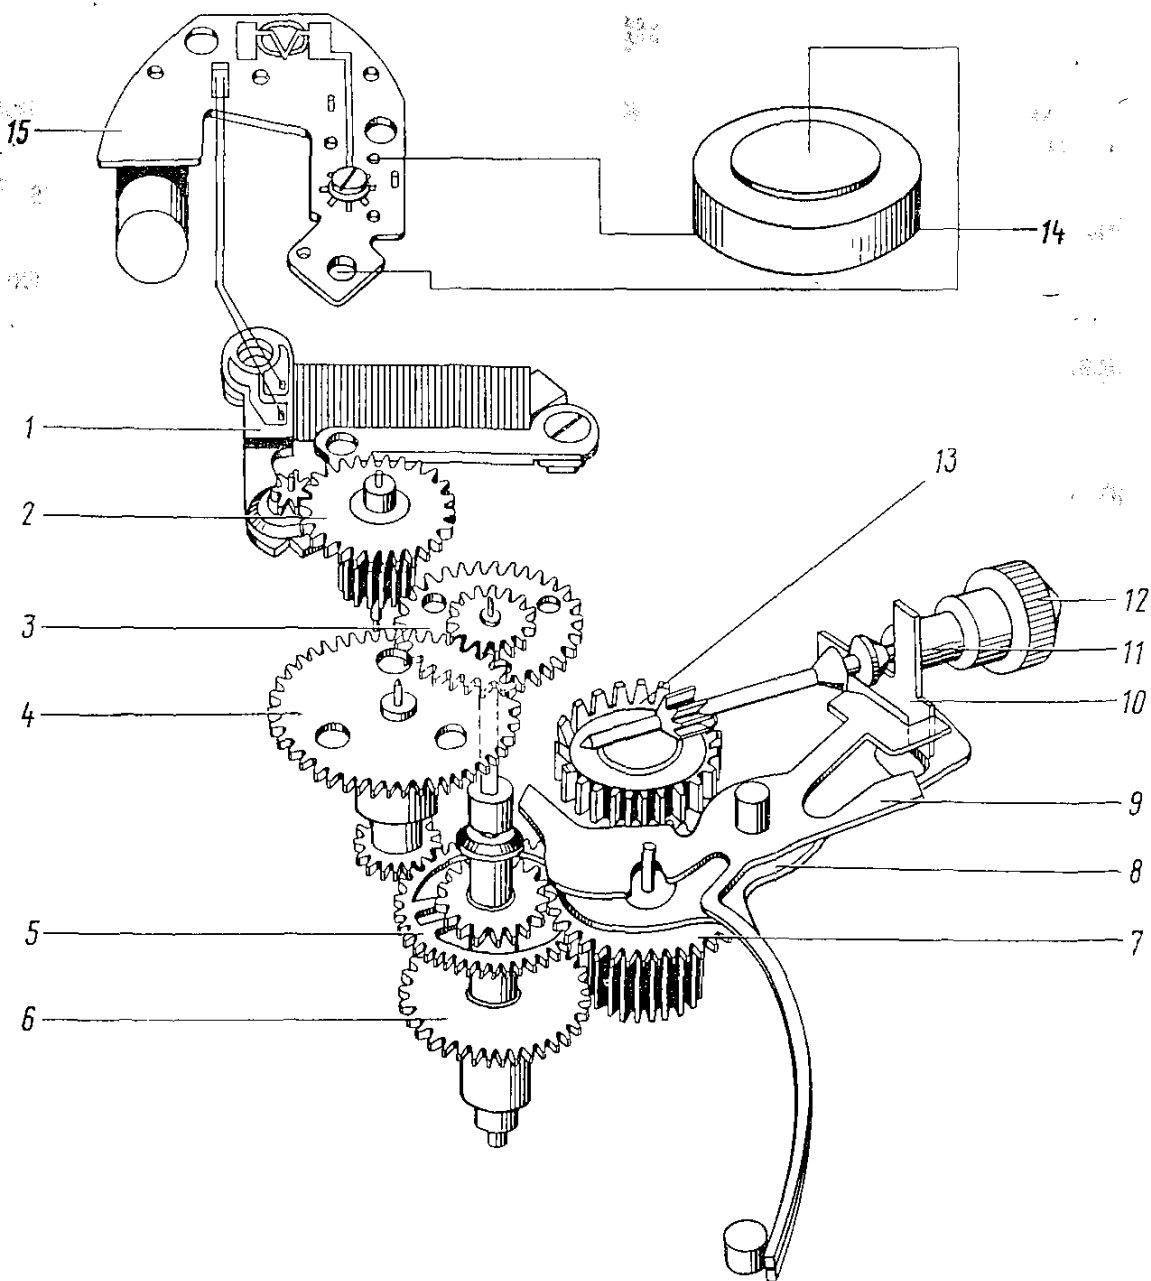
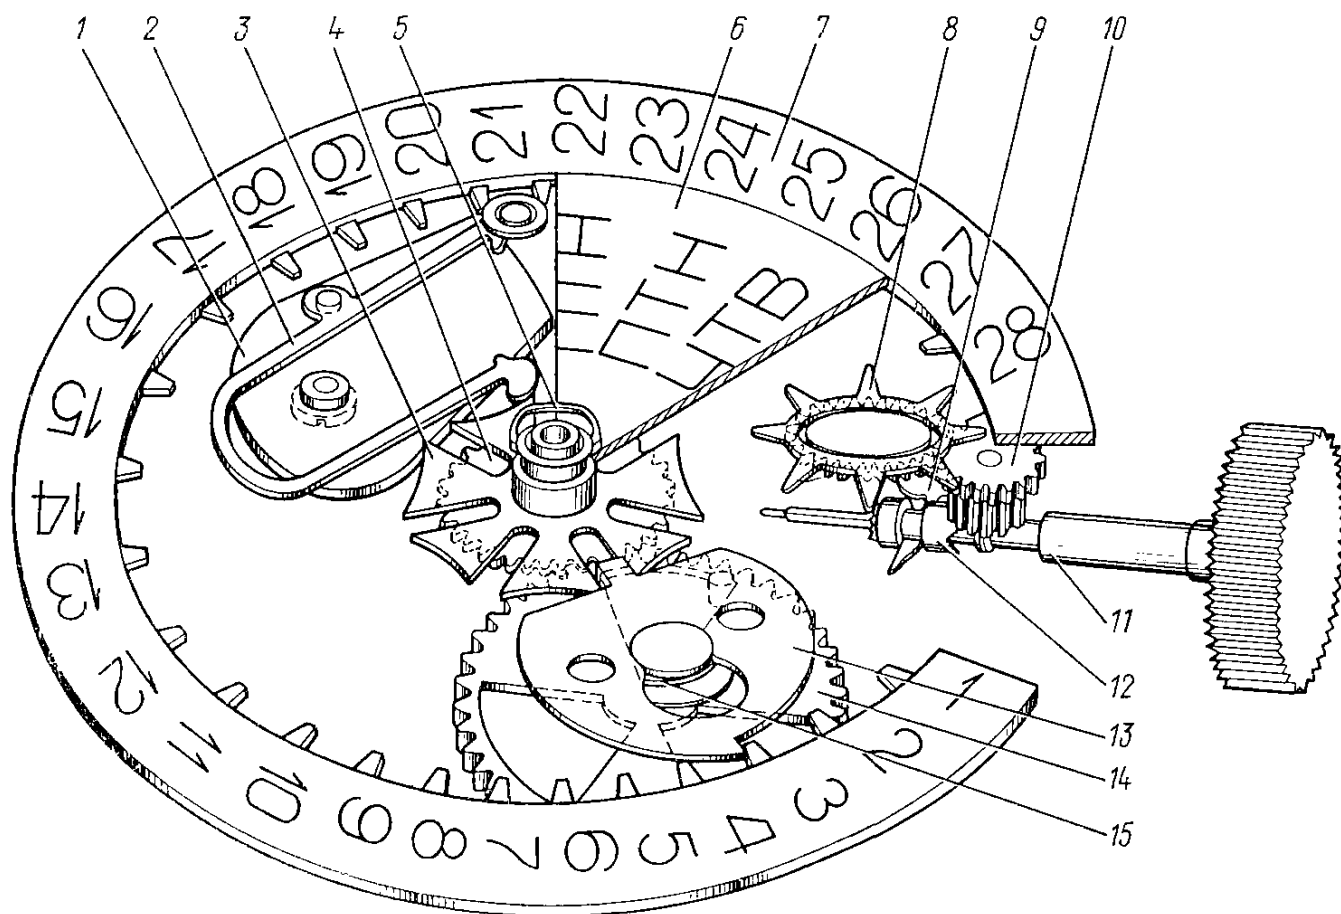
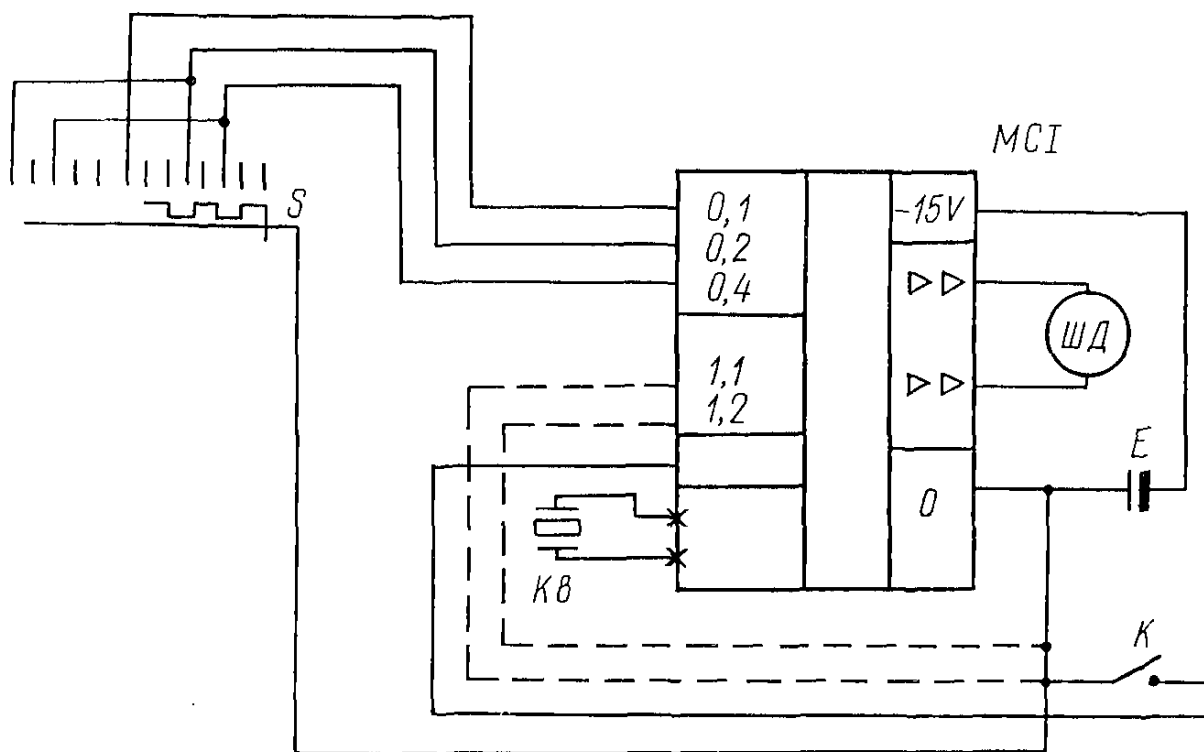

Рис. 2. Кинематическая схема механизма часов 1356:
Рис. 6. Кинематическая схема календарного устройства механизма часов 2350, 2360:
Рис. 9. Схема электрическая принципиальная часов с механизмом 1356, 1656, 1656А:
Кинематические схемы кварцевых наручных часов 1356, 1656, 1656А, 1656Н представлены на рис. 2–5, а принципиальные электрические схемы – на рис. 9, 10. Кинематические схемы календарных устройств КНЧ 2350, 2360, 2450, 2460 представлены на рис. 6–8.
Вращение от колеса часового 4 (рис. 6) передается на колесо суточное 14, сообщающее вращение переключателю 13. Переключатель 13 своей плоскостью прилегает к плоскости колеса суточного 14, при этом штифт, запрессованный в переключателе, входит в сектор между спицами колеса суточного. Таким образом колесо суточное 14 передает вращательное движение через штифт переключателю 13.
Конструктивно БКГ представляет собой бескорпусную интегральную микросхему (МСИ), кварцевый резонатор (Кв), многопозиционный переключатель (S) и штифт обнуления, размещенные на диэлектрической подложке (рис. 9).
Календарное устройство КНЧ 2350 состоит из платины календаря (рис. 6), креста мальтийского, переключателя, фиксатора чисел месяца, пластины фиксатора чисел месяца, колеса суточного, указателя чисел месяца, указателя дней недели, шайбы указателя дней недели.